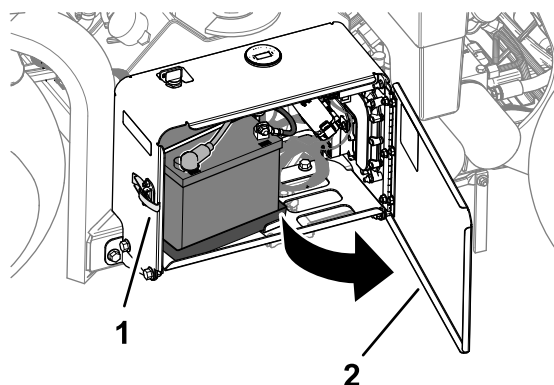

Figura 160
1. Destranque e abra a porta do compartimento da bateria (Figura 160).